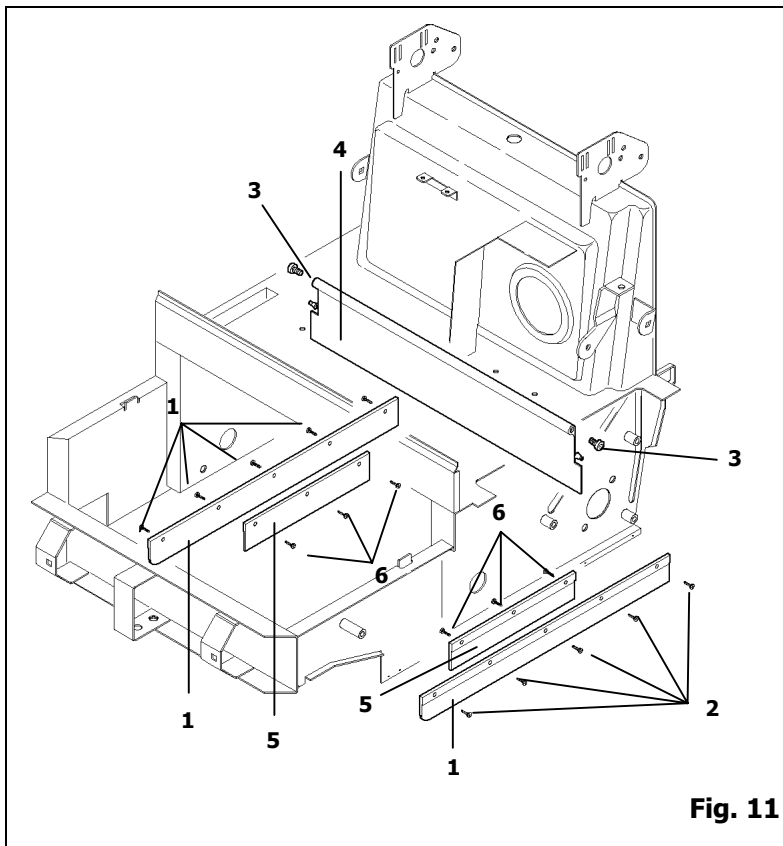

Fig. 11
Para sustituir los flaps laterales **pos. 1 Fig. 11** quite las ruedas traseras y los relativos cárteres laterales. Desenrosque los tornillos que fijan los flaps al bastidor **pos. 2 Fig. 11** y sustitúyalos con los nuevos.
Para sustituir los flaps laterales internos **pos. 5 Fig. 11** levante la parte anterior de la máquina y desenrosque los tornillos **pos. 6 Fig. 11** que fijan los flaps al bastidor. Sustitúyalos con los nuevos.
- Desenrosque los dos pernos de fijación del flap **pos. 3 Fig. 11** colocados a los lados del bastidor..
- Aferre y tire de los flaps **pos. 4 Fig. 11** hacia el exterior de la máquina.